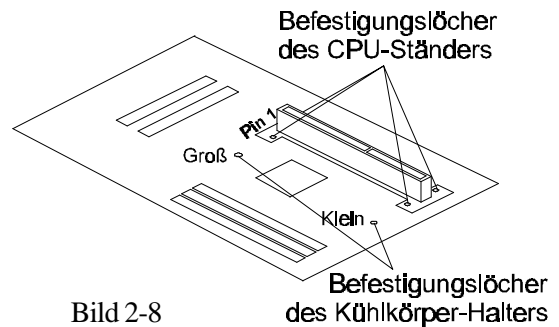

Bild 2-8
1. Die Position der 4 Löcher für die CPU-Halterung und die Markierung für "Pin 1" des Slot 1 (das ist der Prozessor-Steckplatz) sind auf dem Mainboard HOT-673 ausfindig zu machen. (siehe Bild 2-8)